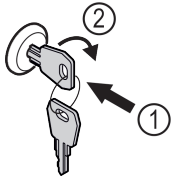

Fig. 172 Eksempelfremstilling
- ▶ Trykk inn nøkkelen Fig. 172 (1).
- ▶ Vri nøkkelen 90° med klokka Fig. 172 (2).